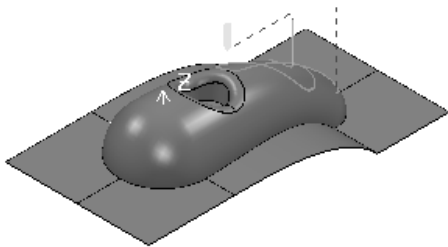

图 2-121 生成的刀具路径
10) 在“镶嵌参考线精加工”对话框中单击“应用”按钮和“接受”按钮, 确定参数并退出对话框, 生成的刀具路径如图 2-121 所示。